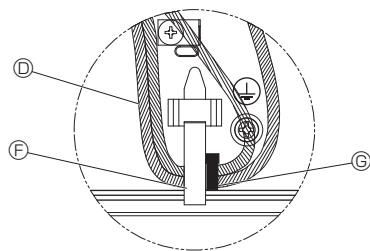

Fig. 5-10
5. Зафиксируйте дополнительный питающий провод, кабель передачи данных и кабель дистанционного управления с помощью пояса крепления кабеля и обеспечьте отсутствие натяжения. (Fig. 5-10)